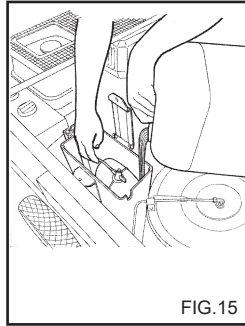

FIG.15
- 5 - Verter en el depósito de agua aproximadamente 3 lts. de anticongelante (fig. 15).